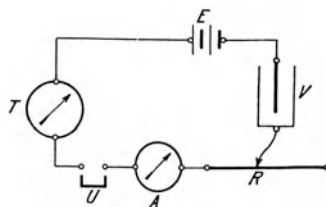

Fig. 159.
e) Stelle einen Stromkreis her aus dem Coulombmeter  $V$  (Fig. 159), dem